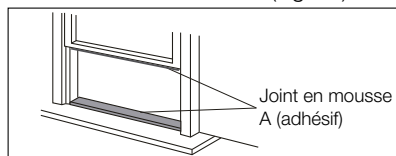

Fig. 12
1. Coupez les joints en mousse (adhésifs) à la bonne longueur et attachez-les à la fenêtre et au rebord. (Fig. 12)